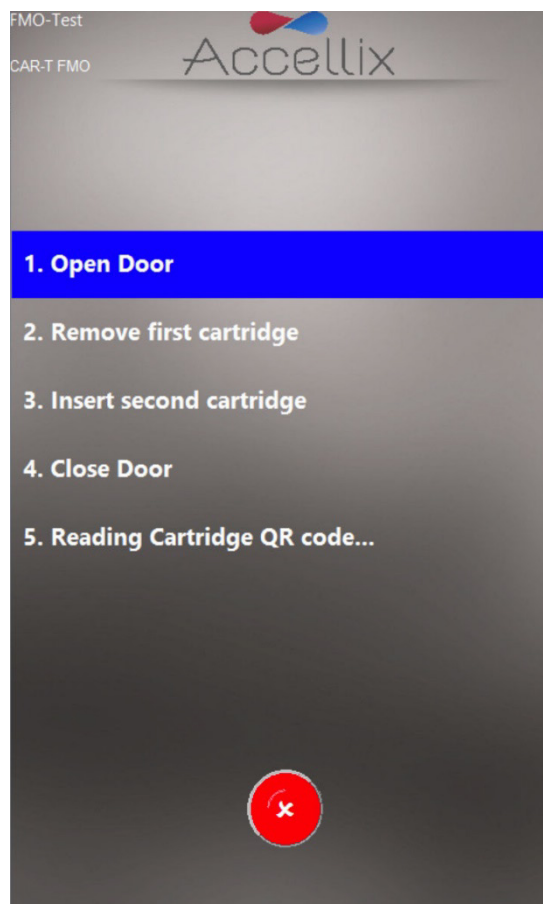

Figure 47 : écran Retirer plusieurs cartouches
1. L'écran **Multi-cartridge Remove** (Retirer plusieurs cartouches) indique à l'utilisateur de retirer la première cartouche et d'insérer la suivante dans la séquence (Figure 47).